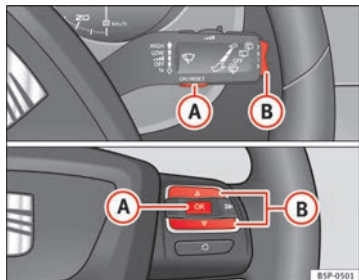

Fig. 41 Tasto A e B. Comandi sul volante.
- Con il quadro acceso, premere brevemente il tasto ⇒ fig. 41 **A** ubicato sulla leva del tergicristallo per passare da una memoria all'altra o premere il tasto **A** dei comandi sul volante ⇒ fig. 41.